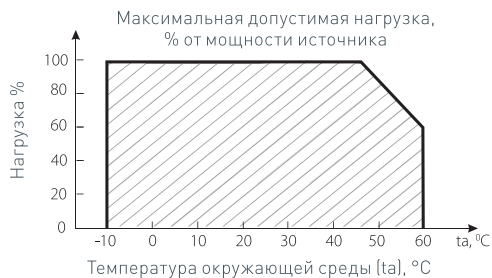

Рис. 2
- Температура окружающего воздуха -10...+60°С (см. рис. 2, график зависимости максимальной допустимой нагрузки от температуры окружающей среды);
- 4.4. Не нагружайте источник питания более 80% от его максимальной мощности. Учтите, что с повышением температуры окружающей среды, максимальная мощность источника питания снижается, и при температуре, близкой к максимальной, нагрузка должна составлять не более 60% от максимально допустимой (см. график зависимости на Рис.2)